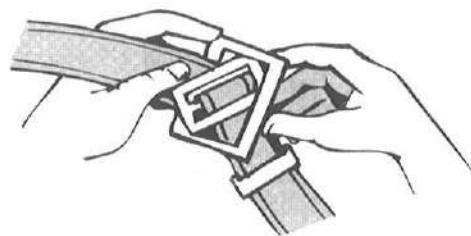

Fig. 4
2. Feche a fivelha de ajuste (do tipo de inserção) tal como indica a Fig. 4 e ajuste-a puxando do extremo livre da fita.
2. Chiudere la fibbia di regolazione (del tipo di inserimento) come indicato nella Fig. 4 e regolarla tirando l'estremità libera della cinghia.